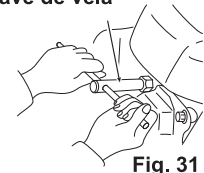
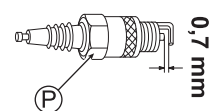

Fig. 31
Fig. 32
2. Retire a vela de ignição (P) usando a chave apropriada. (Veja a fig. 31)
3. Troque a vela de ignição (P) se estiver muito carbonizada ou se o isolador estiver trincado ou danificado.
4. Descarbonize o eletrodo e ajuste a folga entre os eletrodos em 0,7 mm. (Veja a fig. 32)
5. Instale a vela de ignição (P) e o terminal da vela de ignição (Q).